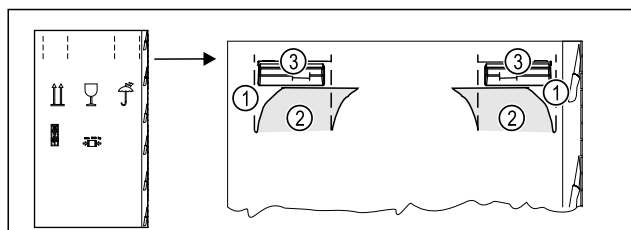

Fig. 5
- ▶ Embalažno škatlo pritisnite zgoraj na perforaciji Fig. 5 (1).
- ▶ Izvlecite not potisnjene zanke Fig. 5 (2).
- ▶ Nosilni ročaj Fig. 5 (3) desno in levo je viden.
- ▶ Napravo držite za nosilne ročaje Fig. 5 (3).